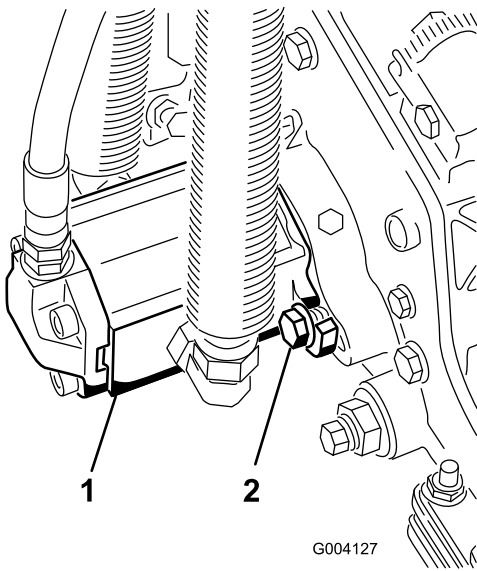

図 18
16. モータを手を持ち、右回りにひねってモータのフランジをボルトから逃がしながら、キャップスクリュにモータをセットする（図 18）。モータを左回りにひねって、ボルトにフランジをしっかりと掛け、ボルトを締めてモータを固定する。